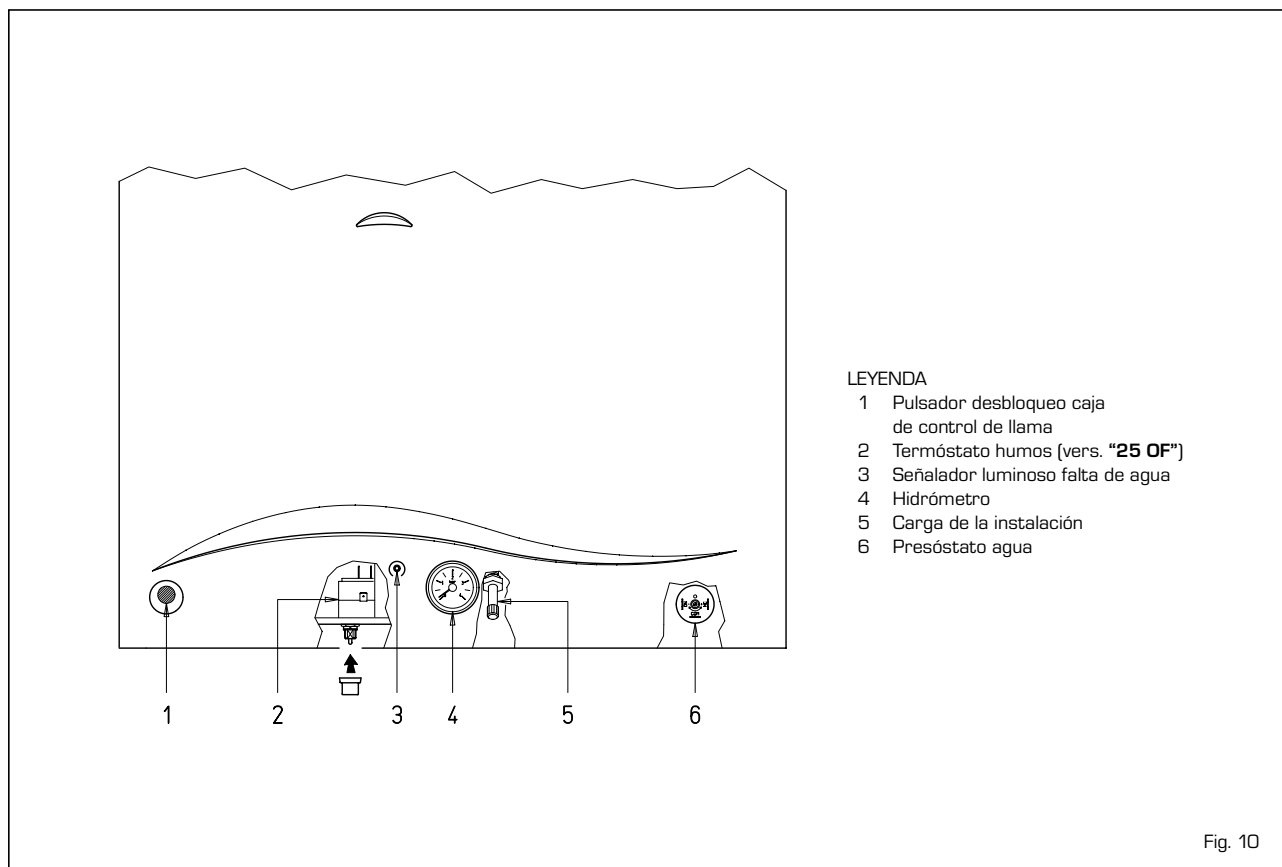

Fig. 10
Intervento del termostato fumi nelle versioni "25 OF". Questo dispositivo ha il compito di bloccare il funzionamento della valvola gas quando vi è un rigetto dei fumi per inefficienza od otturazione parziale della canna fumaria. Per poter consentire la ripartenza della caldaia sarà necessario svitare la copertura del termostato e riarmare il pulsante sottostante (2 fig. 10). Qualora dovesse ricomparire il messaggio richiedere l'intervento del Servizio Tecnico Autorizzato.
Intervención del presóstato agua (5 fig. 10) que bloquea el funcionamiento de la caldera cuando la presión del agua en la caldera es inferior a 0,6 bar. En la caldera, la intervención del presóstato está señalado por el encendido de una luz indicadora roja con intermitencia (2 fig. 10). Para restablecer el funcionamiento de la caldera es posible actuar en dos modos:
A) Carga de la caldera: accionar sobre el grifo de carga (3 fig. 10), llevando la presión sobre el valor de 1-1,2 bar
que se puede relevar sobre el hidrómetro (4 fig. 10).
durante el funcionamiento podría causar el bloqueo de la caja de control de llama, visualizando el mensaje en el visualizador, y activando en la caldera el encendido del botón de desbloqueo (1 fig. 10). Presionar el botón para que la caldera se ponga automáticamente en función. Una vez producido el desbloqueo, desaparece la señalización de la anomalía en el visualizador. En el caso el equipo retorne nuevamente en bloqueo, pedir la intervención del personal técnico autorizado.